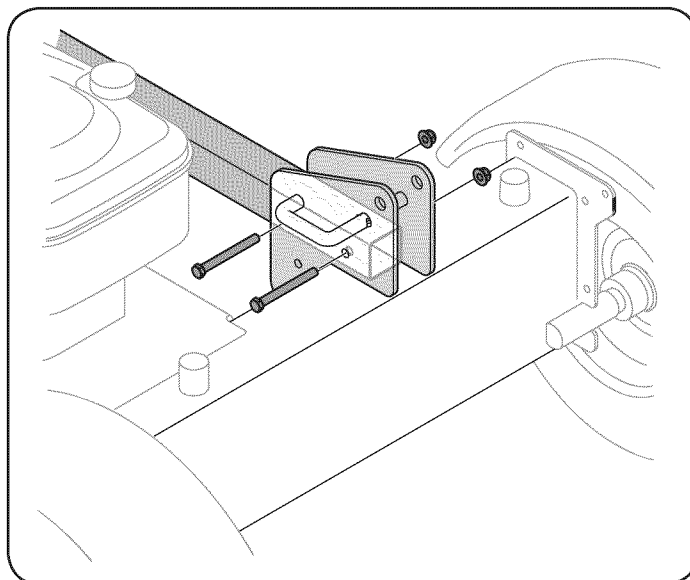

Figura 2
9. Con la máquina rompetruncos todavía sujeta a la base de la caja, extraiga dos pernos hexagonales y tuercas hexagonales del soporte del tanque y extraiga el trozo de madera que está en los soportes del tanque. Vea la Figura 2.
10. Alinee los orificios de la lengüeta con los orificios del soporte del tanque y fíjela con los elementos de ferretería que se acaban de retirar. Vea la Figura 2.